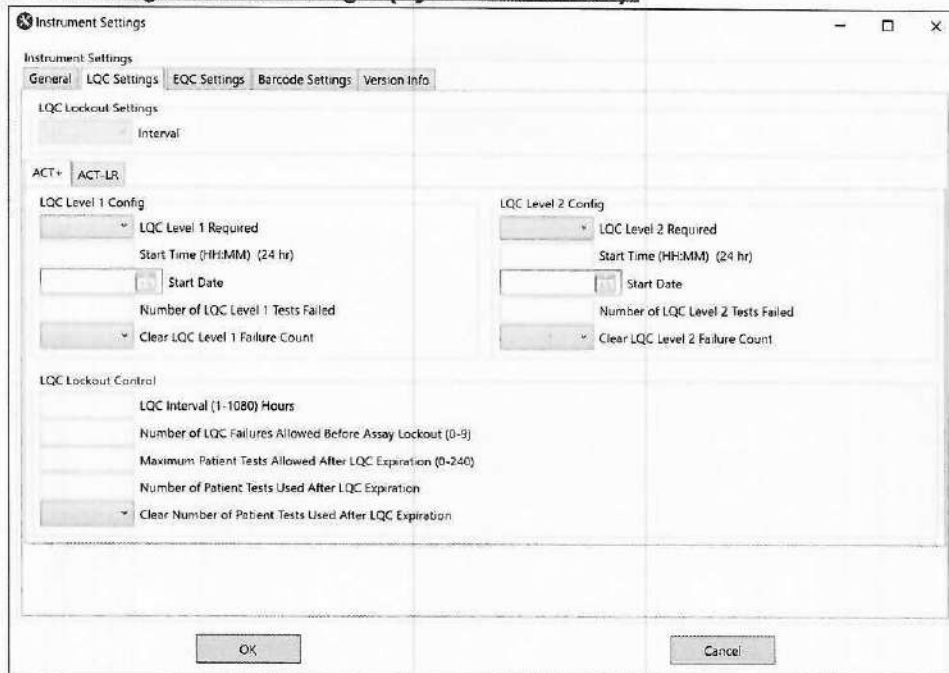

Figura 90: CCM – Cuadro de diálogo LQC Settings (Configuración de LQC)
- LQC Settings** (Configuración de LQC): consulte la Figura 90 y la Tabla 15 (página 85).